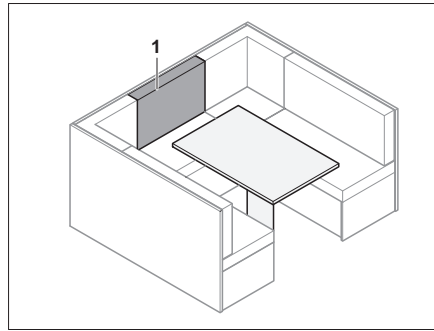

Bild 132 Vor dem Umbau
- Rückenpolster (Bild 132,1) vor das Zusatzpolster auf den Tisch legen.